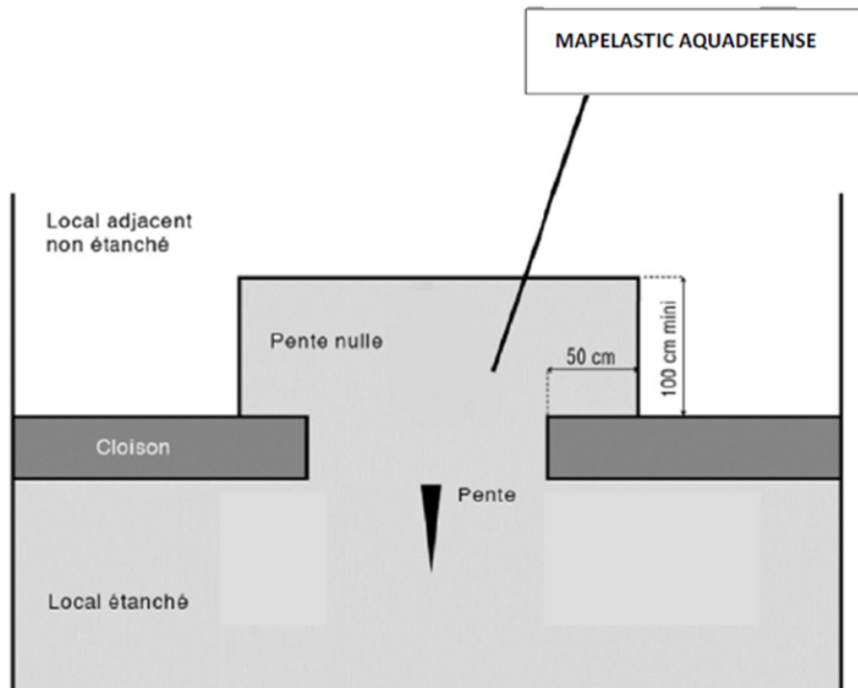

Figure 11 – Traitement du passage du seuil avec le local adjacent
- Un prolongement de MAPELASTIC AQUADEFENSE EVO sera effectué de part et d'autre de l'ouverture dans le local adjacent, avec relevé de hauteur de 7 cm minimum sur une profondeur d'au moins 1 m et une largeur d'au moins 50 cm (cf. figure 11).